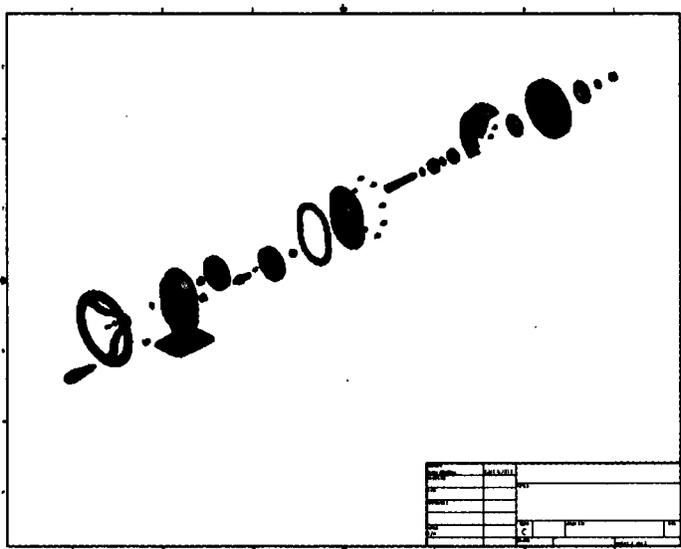

Рис. 6.13. Разнесенный вид помещен на чертеж
7. Появится новый предпросмотр, который будет отображать вид, который вы установили. Установите масштаб так, чтобы вид поместился на лист, как показано на рис. 6.13 и, сделайте его тонированным.